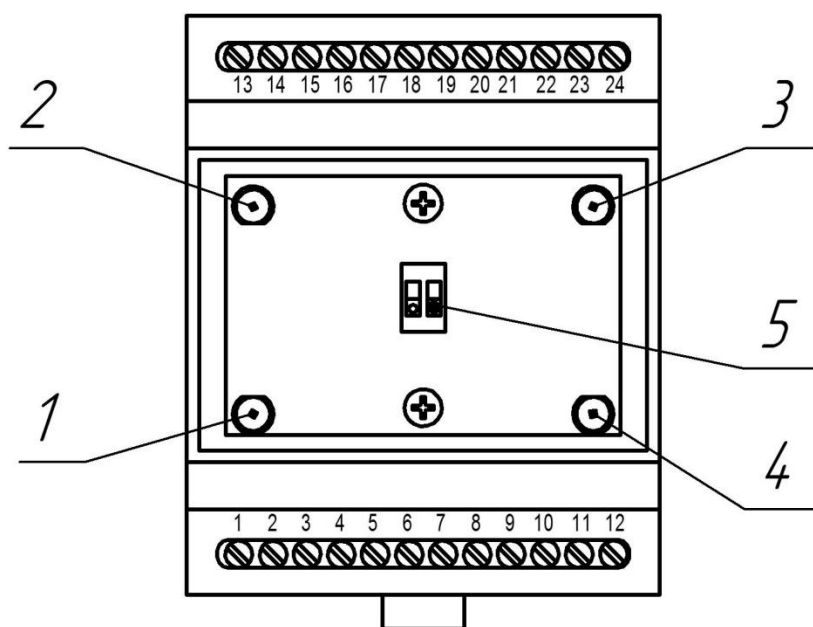

Рисунок 2 – Внешний вид БУН без крышки
2.1.6 Отображение состояния БУН выполняется с помощью светодиодных индикаторов (Рисунок 2, Таблица 4).